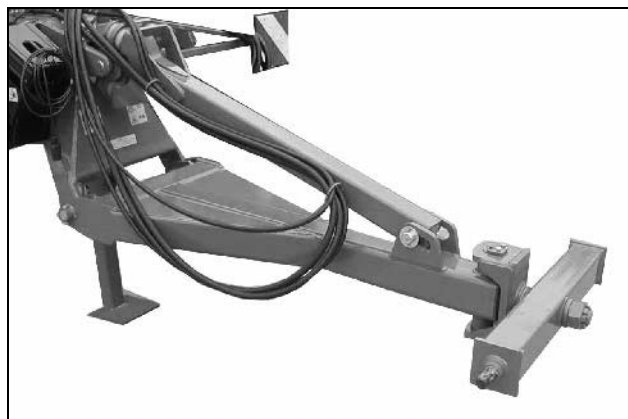

Fig. 10
- Liftharmsophæng Kat. III (Fig. 10)